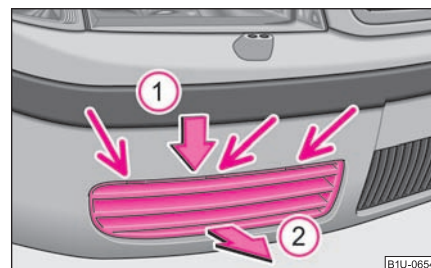

Fig. 167 Bara de protecție față: Grilaj protector pentru inelul de remorcare
Inelul de remorcare din față este sudat în partea dreaptă sub bara de protecție ⇒ fig. 167. Cablul sau bara de tractare trebuie montat numai în acest inel. Grilajul este asigurat cu elemente din plastic în locurile marcate cu săgeți. Demontați grilajul astfel:
- Apucați grilajul în partea de sus. Apăsăți-l în sensul indicat de săgeată ① și scoateți-l în sensul indicat de săgeata ② ⇒ fig. 167.